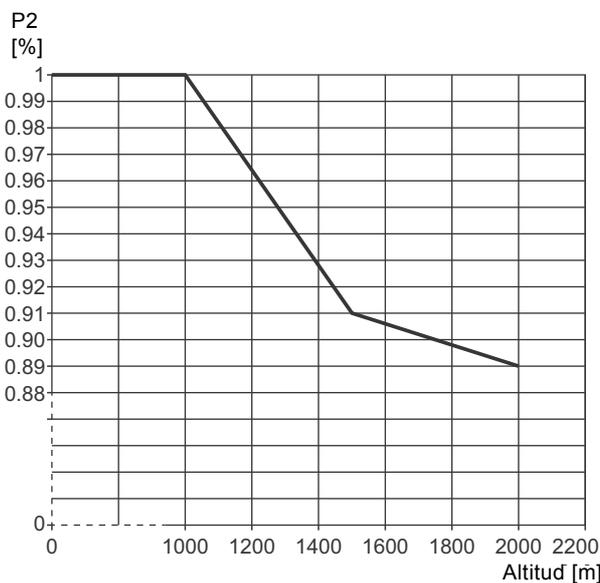

Fig. 3 Degradación de la potencia de salida del motor (P2) en función de la altitud sobre el nivel del mar
- Los motores instalados a más de 1000 metros sobre el nivel del mar no deben cargarse por completo debido a la baja densidad del aire y a su consiguiente bajo efecto refrigerante. Consulte la fig. 3.